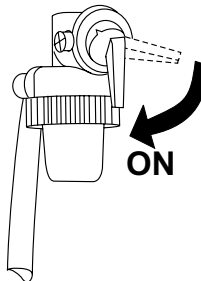

Figure 19. Levier du robinet de carburant du moteur (ON)
1. Démarrage électrique du moteur (Figure 19) en position **ON**.